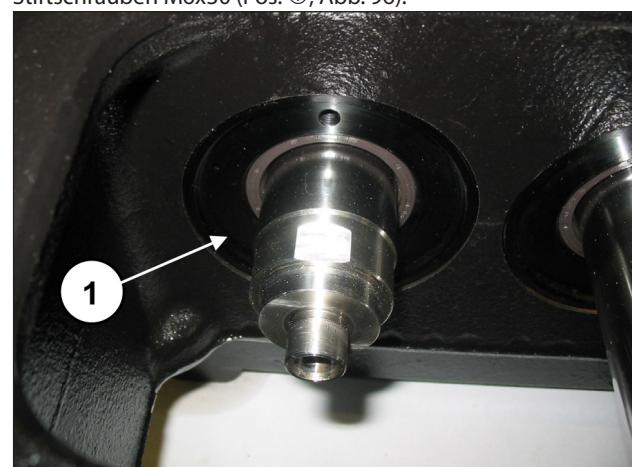
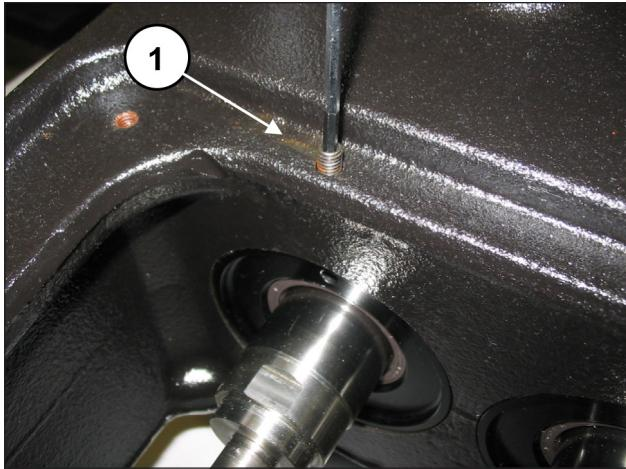

Abb. 95
Abb. 96
Bauen Sie die montierte Gruppe im entsprechenden Gehäusesitz ein, überprüfen Sie den passgerechten Sitz des Deckels (Pos. ①, Abb. 95) und achten Sie darauf, nicht die Dichtlippe des radialen Dichtrings zu beschädigen. Befestigen Sie die zwei Ölabstreifring-Deckel anhand von 2 Stiftschrauben M6x30 (Pos. ①, Abb. 96).